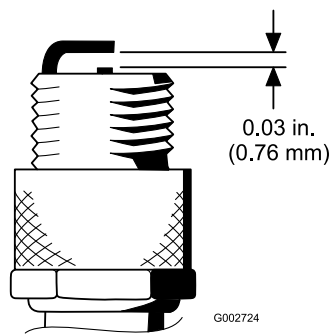

Рисунок 29
- Установите воздушный зазор между средним и боковым электродами равным 0,76 мм; см. Рисунок 29. Установите имеющую надлежащий зазор свечу зажигания и уплотнительную прокладку, затяните свечу с моментом 23 Н·м. Если динамометрический ключ не используется, надежно затяните свечу.